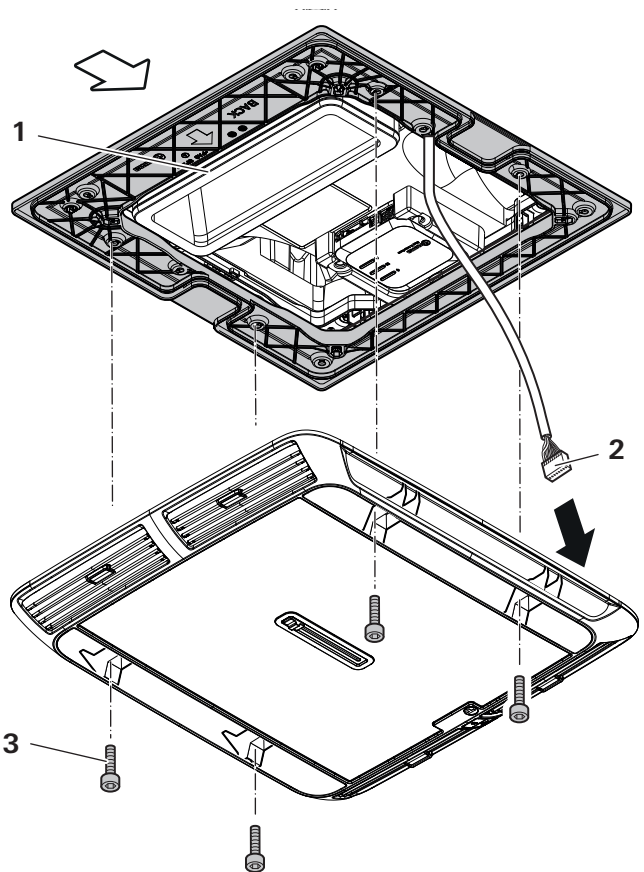

Abb. 26
- ▶ Luftverteiler mit 4 Schrauben (Abb. 26-3) (beiliegend) an die Montagerahmen anschrauben (Abb. 26). Schrauben mit einem Drehmoment von 2 Nm anziehen.